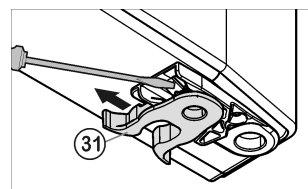

Fig. 6
- ▶ Pružinovou svorku Fig. 6 (31) přesadit: Stisknout zářezku pro uchycení, přesto stáhněte pružinovou svorku.